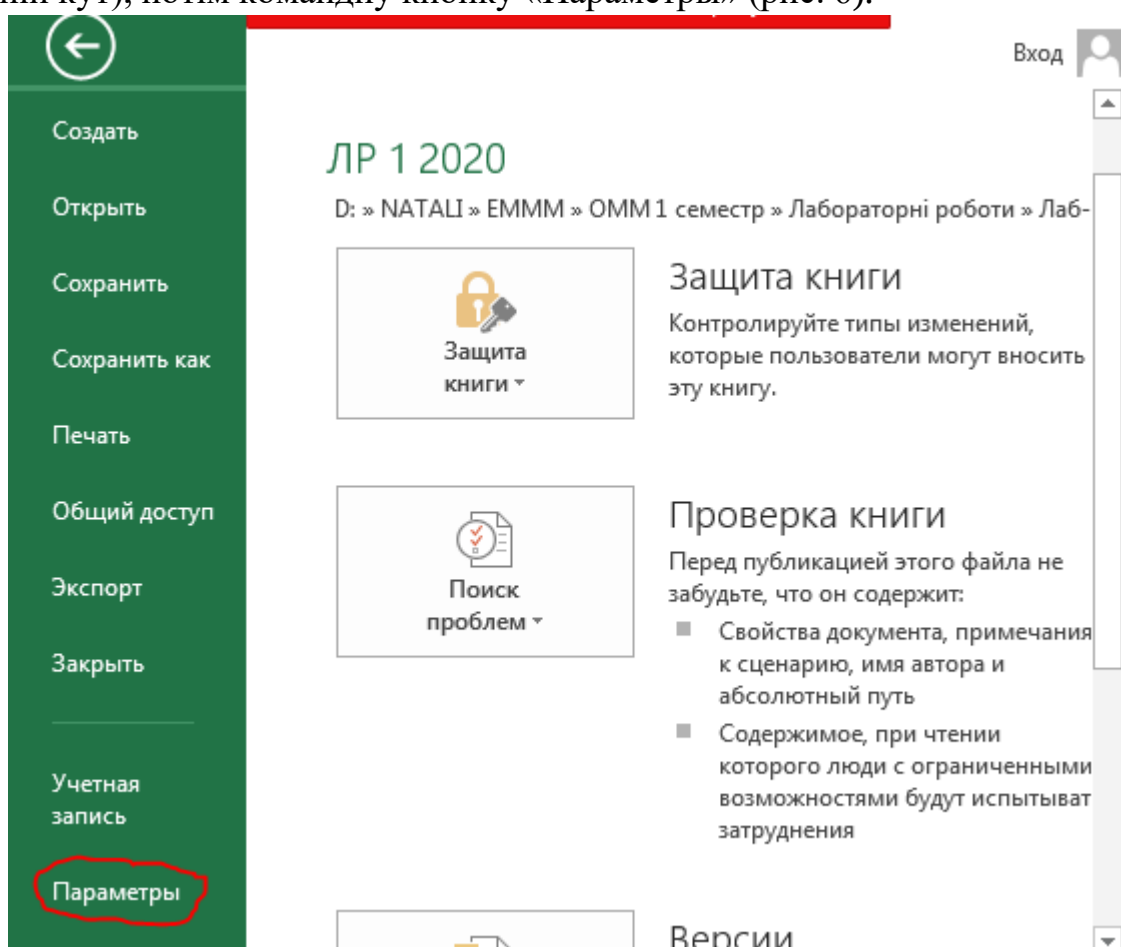

Рис. 6
4.1. Для завантаження і активізації інструменту *Поиск решения* потрібно в головному меню вікна Microsoft Excel вибрати вкладку *ФАЙЛ* (лівий верхній кут), потім командну кнопку «Параметры» (рис. 6).